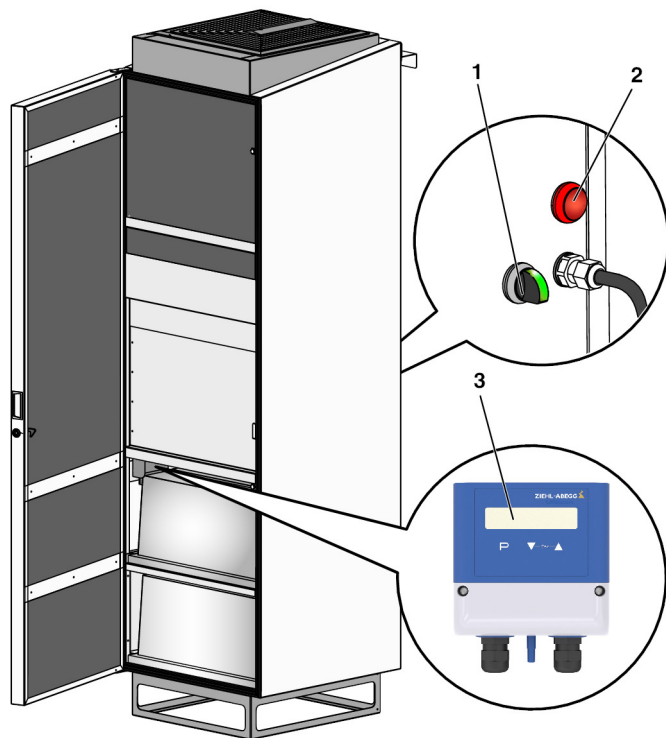

Fig. 12: Estado de LEDs
2. ▶ Encienda la unidad mediante el interruptor principal (Fig. 12 /1).
- ▶ Emplee el interruptor principal para apagar la unidad (Fig. 12 /1).